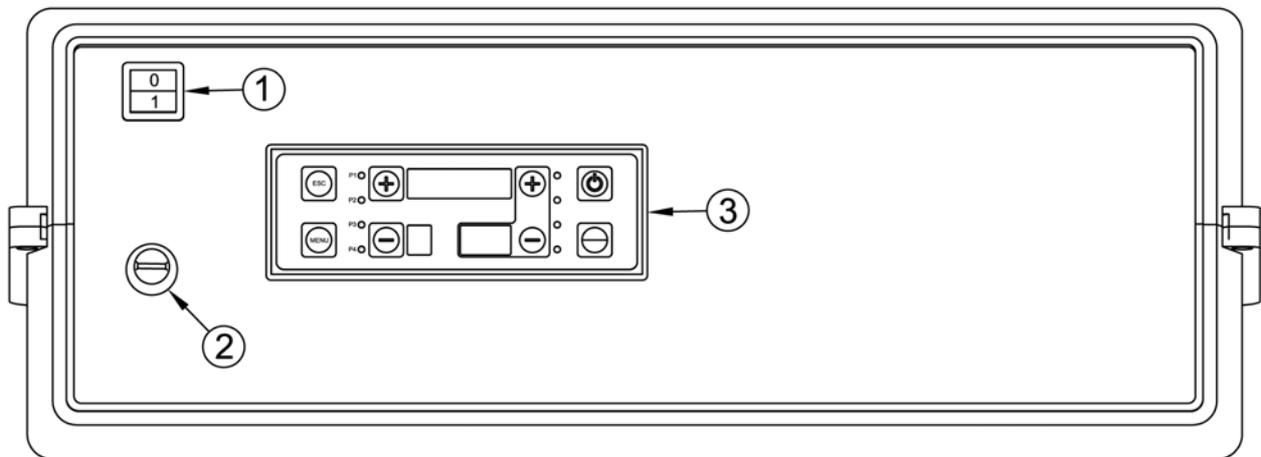

Fig.1
- Donne le courant au tableau par l'interrupteur général vert (Fig.1 - pos.1 - page17)